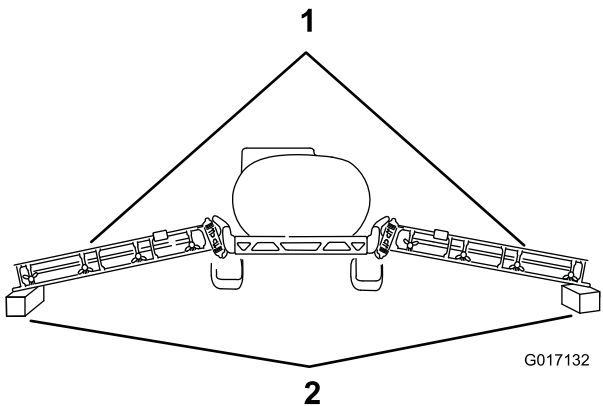

Figura 8
3. Baje cuidadosamente las secciones de brazos exteriores sobre los bloques de madera de unos 10 cm de alto, tal y como se muestra en la Figura 8.